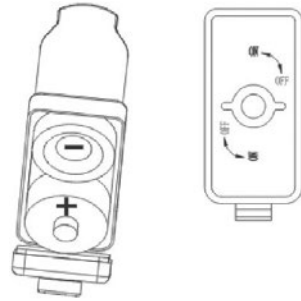

Figura 5.7
- Rispettare le polarità nell'inserimento delle batterie (Figura 5.7).